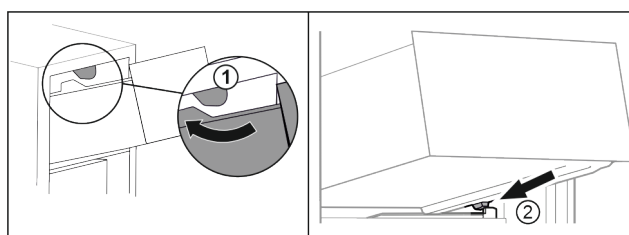

Fig. 18
- ▶ Vedte zásuvku podél horních zářezů. Fig. 18 (1)
- ▶ Nasadte zásuvku šikmo za dolní zářezky na žebrování na nádoby. Fig. 18 (2)